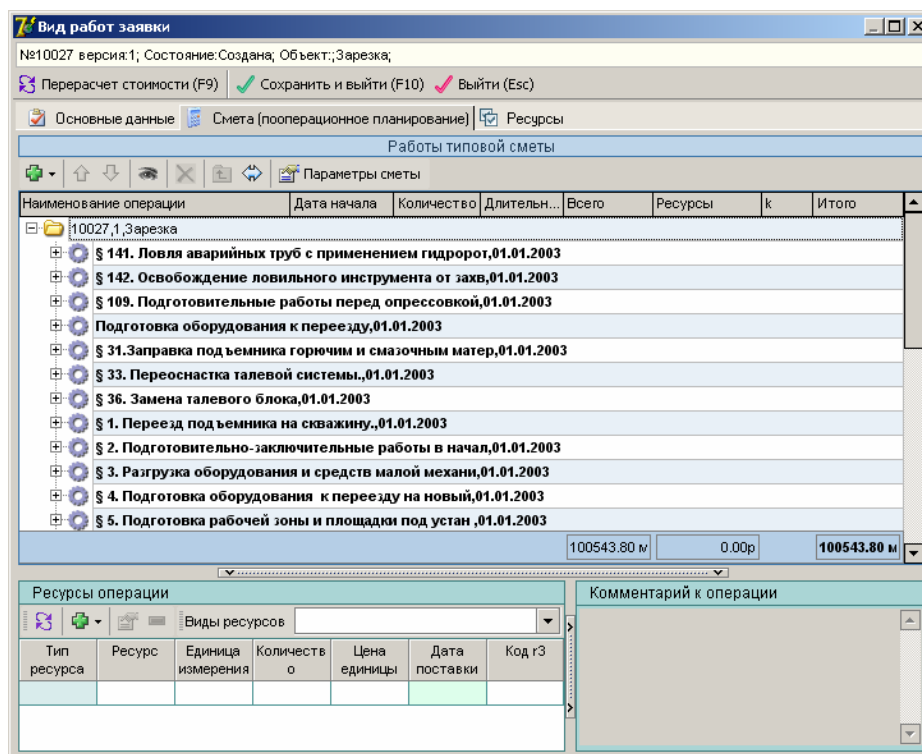

Рисунок 1.26.
- При добавлении типовой сметы открывается перечень видов работ, входящих в смету, определенных в справочнике типовых смет (рис.1.26.).
1. Щелкните по значку  рядом с кнопкой  панели инструментов (рис. 1.26). В открывшемся выпадающем списке  выберите пункт «Добавить виды работ».